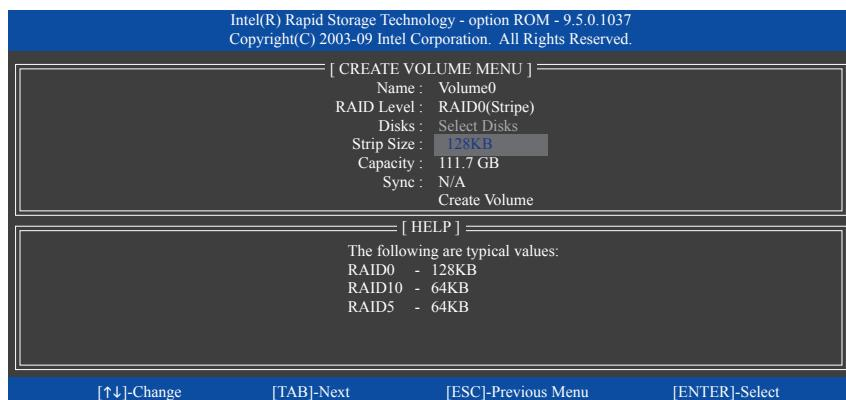

図 5
**Disks** アイテムの下で、RAID アレイに含めるハードドライブを選択します。取り付けたドライブが 2 しかない場合、ドライブはアレイに自動的に割り当てられます。必要に応じて、ストライプ ブロックサイズ (図5) を設定します。ストライプ ブロックサイズは 4 KB~128 KBまで設定できます。ストライプ ブロックサイズを選択してから、<Enter> を押します。